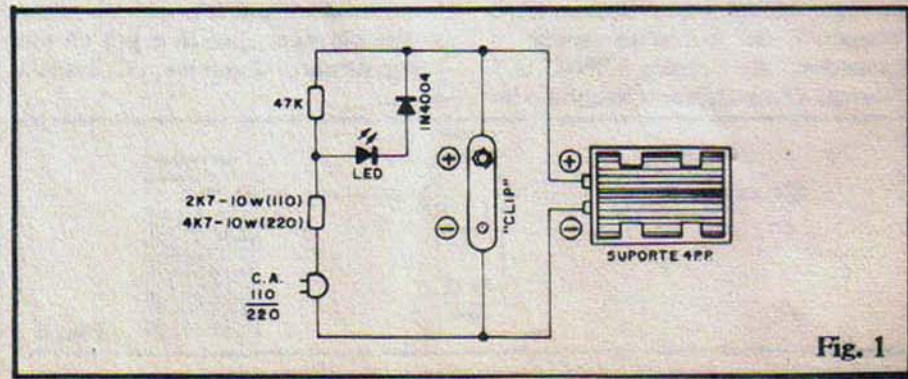
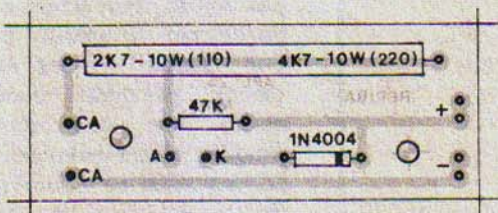

Fig. 1
Fig. 3
- FIG. 1 - Diagrama esquemático do circuito do REPIBA. Os componentes são poucos e comuns, tornando a montagem própria até para os iniciantes, sem muita prática. Comparando os dados da LISTA DE PEÇAS, "chapeado" (fig. 3) e esquema (fig. 1), qualquer dúvida pode ser facilmente esclarecida. Qualquer coisa, o TABELÃO APE está lá, no seu lugar de sempre (no começo da Revista...) para um auxílio visual, se necessário...
- **FIG. 3** - Diagrama de montagem ("chapeado") com a placa agora vista pelo lado dos componentes (não cobreado). ATENÇÃO à posição do diodo 1N4004, ao valor do resistor "grandão" (que depende da tensão da rede C.A. local: 2K7 x 10W para 110V ou 4K7 x 10W para 220V) e às codificações atribuídas às ilhas periféricas, destinadas às conexões ex-